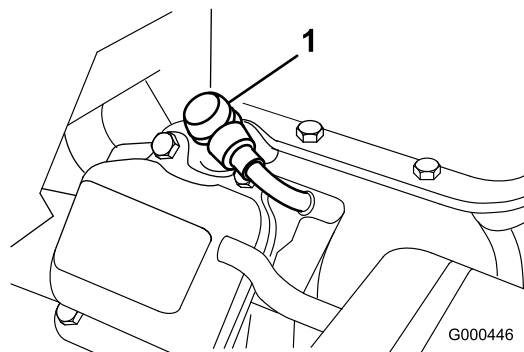

Figura 30
1. Staccate il cappellotto della candela (Figura 30).